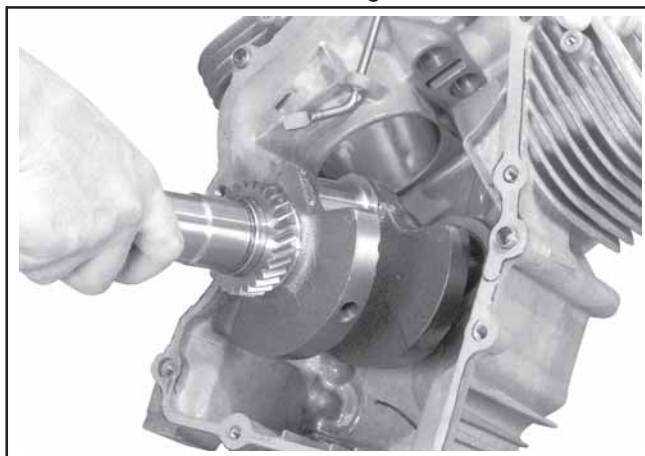

Figure 11-7. Installation du vilebrequin dans le carter du moteur.
1. Glisser prudemment l'extrémité volant du vilebrequin à travers le roulement principal du carter du moteur. Voir la Figure 11-7.